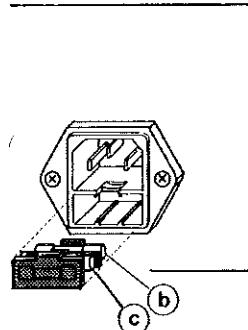

Fig. 2.2
- Defekte Sicherung ⑥ durch neue, auf richtigen Sicherungswert überprüfte Sicherung ⑦ ersetzen (Abb. 2.2).
- Reservesicherung ⑧ einsetzen und Einsatz ② wieder einschieben.
- Replace defective fuse ⑥ by a new fuse ⑦ making sure of correct fuse rating (Fig. 2.2).
- Insert spare fuse ⑧ and replace insert ②.
- Reemplazar el fusible defectuoso ⑥ por uno nuevo cuyo valor de seguridad haya sido verificado ⑦ (Fig. 2.2).
- Colocar el fusible de reserva ⑧ e introducir de nuevo el portafusibles ②.
- Retirer le porte-fusibles ② (avec monture pour le fusible primaire ④ et le fusible de rechange ⑤) en faisant levier sur lui (fig. 2.2).
- Remplacer le fusible défectueux ⑥ en choisissant le fusible ⑦ dont les valeurs auront été vérifiées (fig. 2.2).
- Insérer un nouveau fusible de rechange ⑧ et replacer le support-fusibles ②.